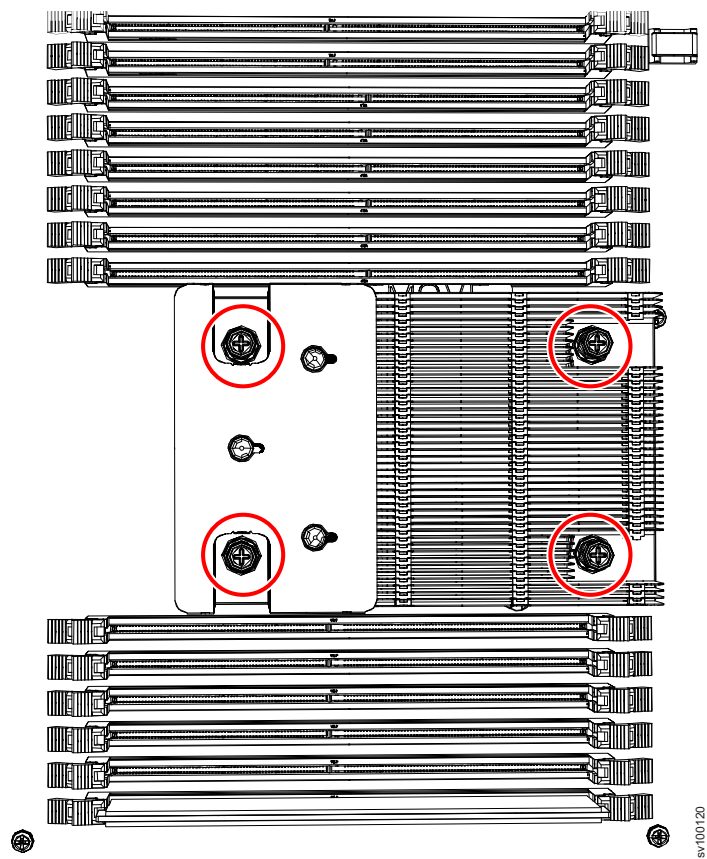

图 193. 将散热器安装到 2145-SV1 微处理器中
8. 对齐微处理器顶部的散热器，如第 241 页的图 193 中所示。如果要安装新的散热器，请卸下导热油脂盖。